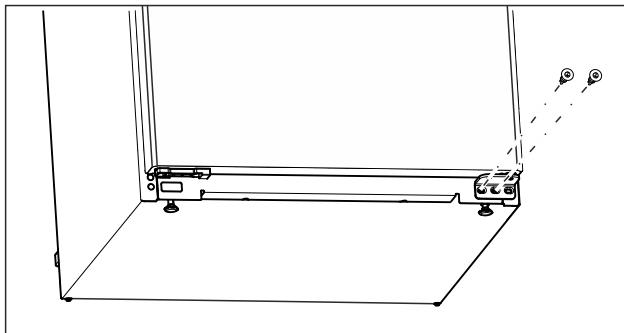

Fig. 10
- ▶ Deșurubați și scoateți șurubul din mijloc de la suportul de lagăr inferior cu șurubelnīța Torx 20. (vezi Fig. 10)
- ▶ Deșurubați și scoateți șurubul din interior de la suportul de lagăr inferior cu șurubelnīța Torx 20. (vezi Fig. 10)